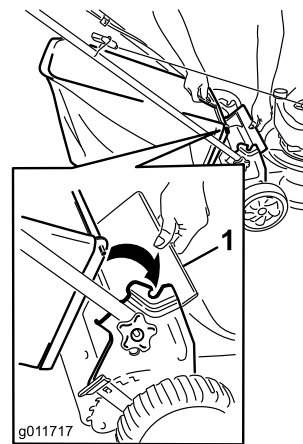

Figura 21
1. Levantar o deflector traseiro (Figura 21).
2. Insira o manípulo do saco de relva nos entalhes nos suportes do manípulo (Figura 21).